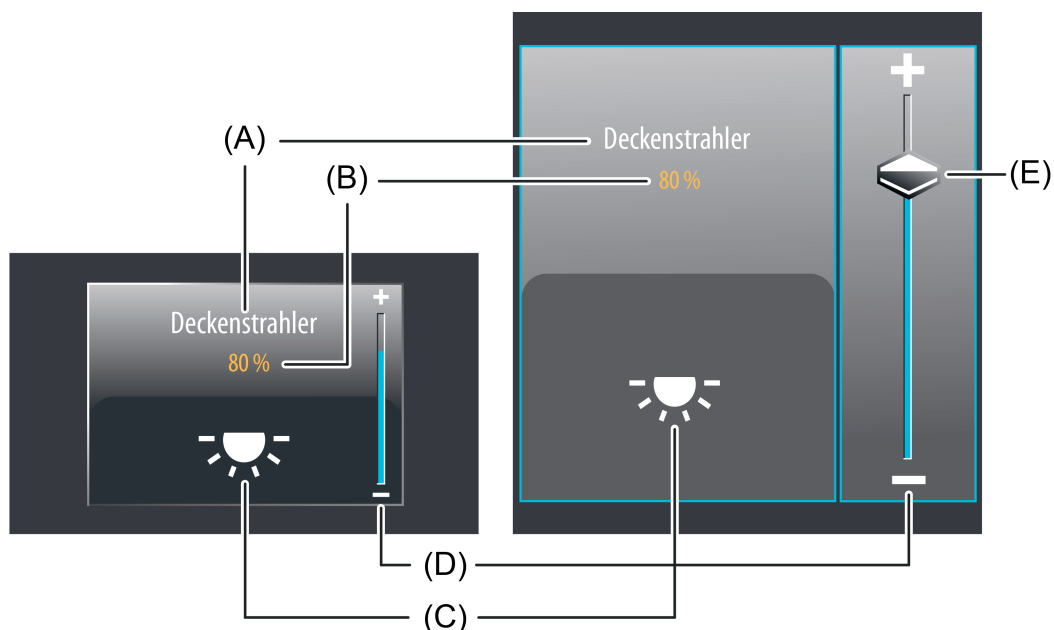

Bild 25: Beispiel für Bedien- und Anzeigeelement der Funktion "Dimmen Helligkeitswert"
Bei der Auswahlbedienung steht neben den Sensorflächen + oder - zur Bedienung von Schalt- oder stetigen Dimmvorgängen ein Slider (E) zur Verfügung (Bild 25). Über den Slider ist es möglich, grafisch unterstützt direkt Helligkeitswerte vorzugeben. Dazu kann der Slider durch Fingerdruck gesetzt oder kontinuierlich gezogen werden. Zum Setzen des Sliders muss der Sliderbereich an der gewünschten Helligkeitsstufe mit dem Finger berührt werden. Der Slider springt dann unmittelbar an die gewünschte Stelle. Zeitgleich sendet das Gerät den auf diese Weise vorgegebenen Helligkeitswert als Vorgabe auf den Bus aus.
Der Anzeigebereich enthält verschiedene Darstellungselemente (Bild 25), die durch Parameter beeinflusst werden. Jeder KNX Funktion kann in der Konfigurationssoftware eine Bezeichnung vergeben werden (A). Diese Text-Bezeichnung wird im Anzeigeelement zentriert zur Anzeige gebracht, wodurch steuerbare KNX Funktionen für den Anwender kenntlich gemacht werden (z. B. "Deckenstrahler"). Zusätzlich kann unterhalb der Bezeichnung ein Statuswert (B) eingeblendet werden, der entweder abhängig vom Objektwert der Dimmwert-Rückmeldung des angesprochenen Dimmaktors oder alternativ direkt abhängig von der Dimmwertvorgabe des Bedienelementes Helligkeitswerte im Klartext anzeigt ("0...100 %"). Solange nach einem Gerätereset noch kein Rückmeldungs-Objektwert empfangen oder noch kein Helligkeitswert vorgegeben wurde, zeigt der Statuswert "---%" an.